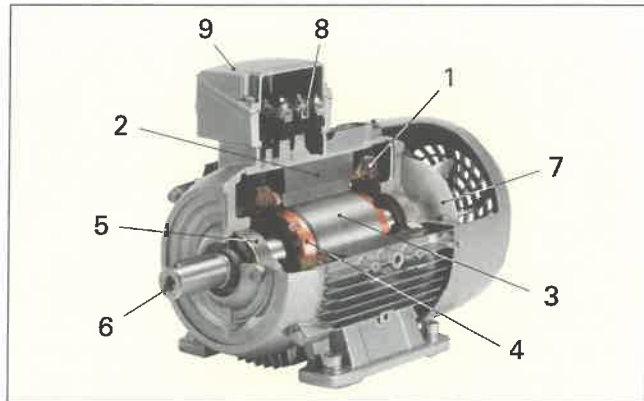

Bild 1: DSAM mit Kurzschlussläufer
1. Benennen Sie im **Bild 1** die Teile eines DSAM mit Kurzschlussläufer.